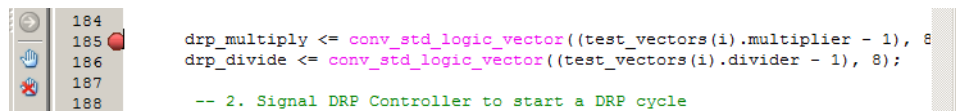

図 4-34 : drp\_demo\_tb.vhd の 185 行目にブレークポイントを設定
3. 実行行を右クリックして [Toggle Breakpoint] をクリックし、ブレークポイントを追加します (図 4-34)。